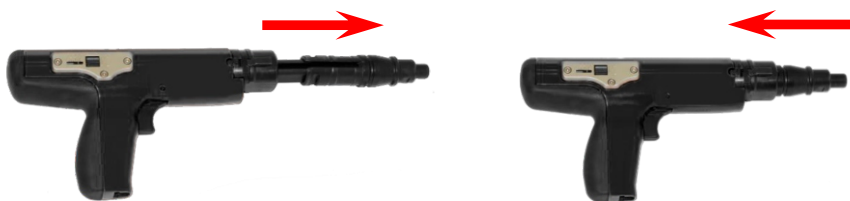

Рис. 4
- Возьмите пистолет в руку, при этом ствол не должен быть наведен на Вас или другого человека. Выдвинете ствол вперед до упора, при этом ударник станет в рабочее положение. Затем верните ствол в исходное положение (Рисунок 4).